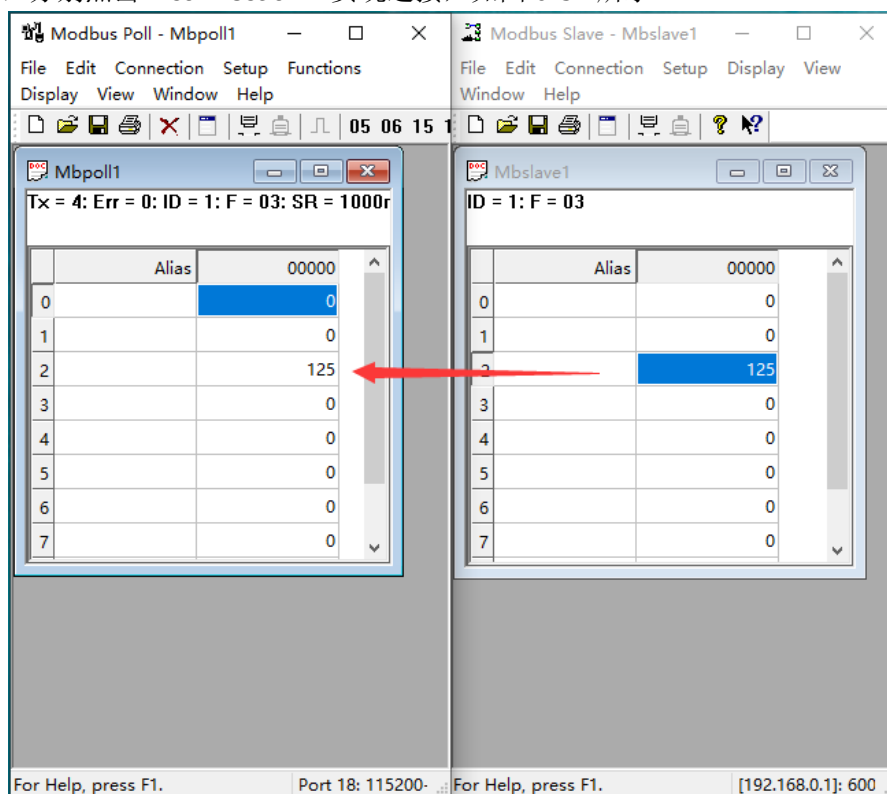

图 6-34 MODBUS 通信测试
(7) 分别点击“connection”实现连接，如图 6-34 所示。